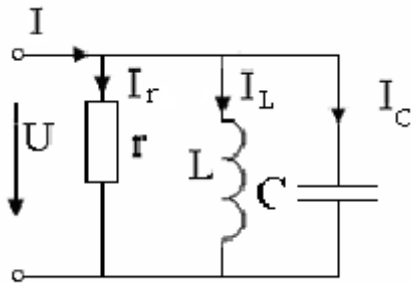

Рис. 83
62. Затухание в цепи (рис. 83) $d=0,2$ и волновая проводимость $\gamma=5 \cdot 10^{-2}$ Ом⁻¹. Ток протекающий при резонансе в общей части цепи $I_0=2$ А. Определить резонансную частоту f_0 , параметры цепи r, L, C , и токи I_L, I_C и напряжение U , при резонансе, если известно что при частоте $f=25$ Гц, ток в катушке в четыре раза пре-